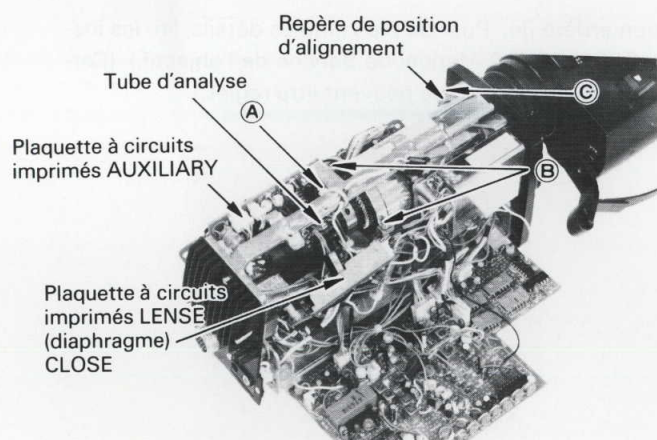

Fig. 3-7-1
- (3) Si ces lignes ne sont pas parallèles, desserrer la **vis de fixation du tube d'analyse** (A) représentée sur la **Fig. 3-7-1** et faire pivoter le **tube d'analyse** et le repousser en arrière pour faire en sorte que les lignes soient parallèles.
- (1) Mettre la caméra électronique à niveau et diriger l'objectif vers un sujet placé en position horizontale. (Faire un réglage de **lignes horizontales** de la caméra et du sujet.)
- (2) Si le moniteur d'image est basculé, le relever en desserrant les trois vis (B), (C) de la Fig. 3-7-1 et faire pivoter le **bloc de balayage**.
- (3) Lorsque la position est déterminée, tracer un **repère indicatif de position** sur le châssis et sur le bloc de balayage, comme représenté sur la Fig. 3-7-1.
- (2) Faire la mise au point de l'image de contrôle en opérant un rapprochement ou un recul avec le **zoom**.
- (3) Vérifier si l'image de contrôle est bien nette avec le **zoom**. (Ne pas utiliser la bague de mise au point pour faire ce contrôle.)
- (4) Si la mise au point n'est pas parfaite, desserrer les trois vis (B), (C) représentées sur la Fig. 3-7-1 et déplacer légèrement le **bloc de balayage** d'avant en arrière. Dès cet instant, le **repère indicatif de position doit** se trouver exactement dans le même alignement que l'autre.
- (5) Vérifier à plusieurs reprises la **focalisation arrière** en répétant les opérations (2) à (4).
- (6) Serrer alternativement les trois vis (B), (C) pour que le **bloc de balayage** soit uniformément maintenu en place et ne puisse plus bouger.